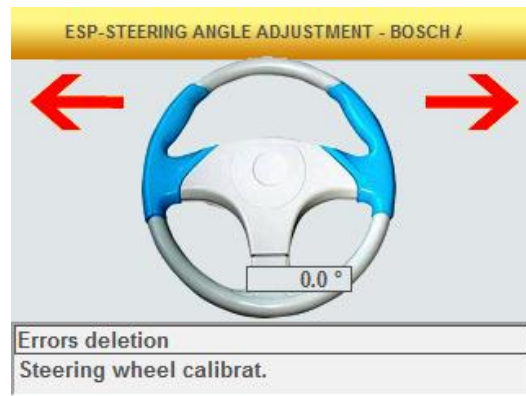

Fig.14
- c. Urządzenie komunikuje się z pojazdem. Należy sprawdzić, czy ikona w prawym górnym rogu jest aktywna (*A) (rys. 14).